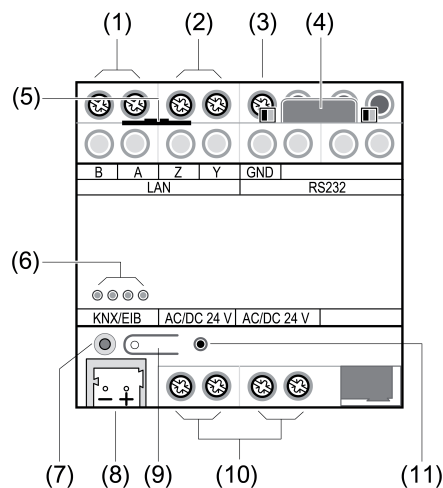

Bild 1: Frontansicht
- Programmieraste (9) drücken (Bild 1).